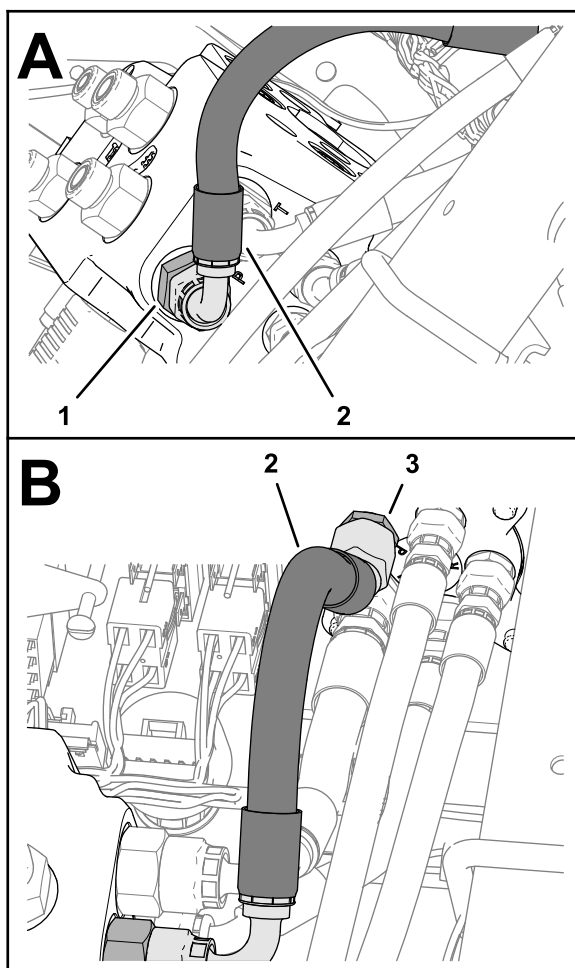

Figure 120
11. Branchez le raccord à 90° du flexible de 10 x 264 mm ($\frac{3}{8}$ x $10\frac{3}{8}$ po) sur le raccord de l'orifice P du distributeur de direction EHI (Figure 120).
12. Branchez le raccord à 45° du flexible de 10 x 264 mm ($\frac{3}{8}$ x 10 $\frac{3}{8}$ po) au raccord de l'orifice P du distributeur de direction, et serrez les deux raccords (Figure 120).